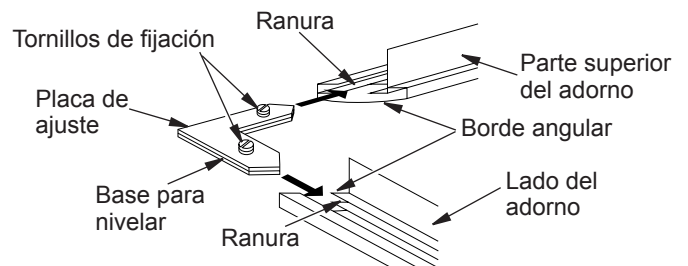

Figura 7 - Armado del adorno
- Alinee la base para nivelar debajo de la placa de ajuste como se muestra en la figura 7.
- Deslice un extremo de la placa de ajuste y base para nivelar en la ranura del borde angular de la parte superior del adorno de la chimenea (consulte la figura 7).
- Deslice el otro extremo de la placa de ajuste y base para nivelar en la ranura del borde angular del adorno de la chimenea (consulte la figura 7).